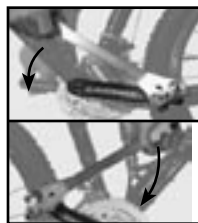

Figure 3.16 - Serrage des pédales
**Tous les 3 mois**, inspectez les pédales et les cale-pieds. Assurez-vous que les cale-pieds sont bien attachés sur la pédale et que les réflecteurs des pédales sont propres et bien en place. Serrez les pédales dans les manivelles ; tournez la pédale droite dans le sens des aiguilles d'une montre, et la pédale gauche dans le sens contraire des aiguilles d'une montre (figure 3.16) :